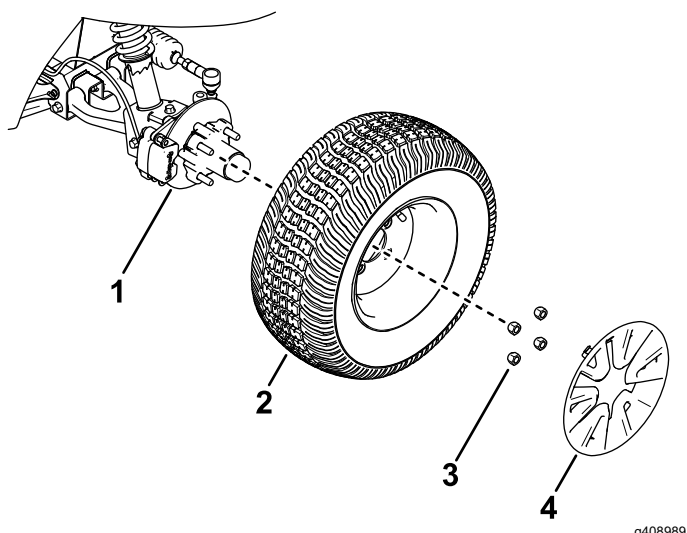

Figura 27
2. Retire a jante e as 4 porcas de rodas que prendem a roda ao cubo (Figura 27).
4. Alinhe os orifícios na roda com os pinos do cubo e monte a roda no cubo com a haste da válvula para fora (Figura 27).
5. Prenda a roda ao cubo utilizando as porcas das rodas (Figura 27).